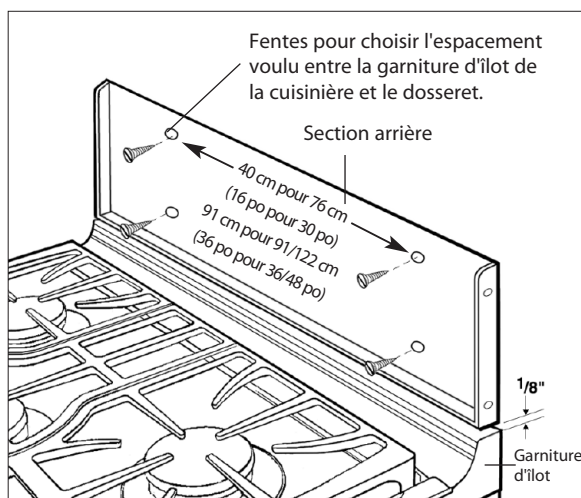

Fig.01
2. Après avoir déballé les pièces du dossier, placez la section arrière en la centrant à 3,5 mm (1/8 po) au-dessus de la garniture d'îlot fixée à la cuisinière.* Fixez la section arrière au mur à l'aide des fixations appropriées (non fournies) (fig. 01).